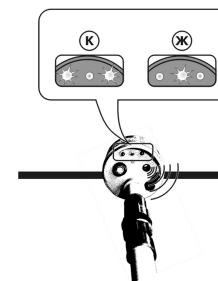

Рис. 4 Режим сигнализации "Напряжение присутствует"
3.3.5. Режим «напряжение присутствует» (см. рис. 4) обеспечивается комбинированной светозвуковой сигнализацией наличия высокого напряжения на проверяемом участке электроустановки, при этом световая индикация должна обеспечиваться срабатыванием всех трех светодиодов в режиме чередующихся всплеск (центральный – периферийные светодиоды). Звуковой канал сигнализации обеспечивается акустическим сигналом переменной тональности.